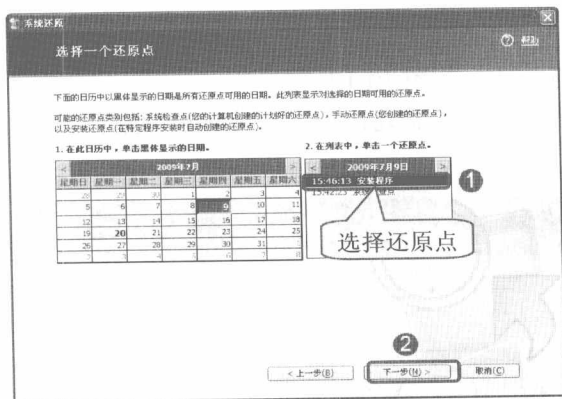

图 10-5 选择还原点
步骤② 单击“下一步”按钮，在“选择一个还原点”界面中选择一个日期，然后在右边的列表中根据描述选择一个还原点，完成操作后单击“下一步”按钮，如图 10-5 所示。